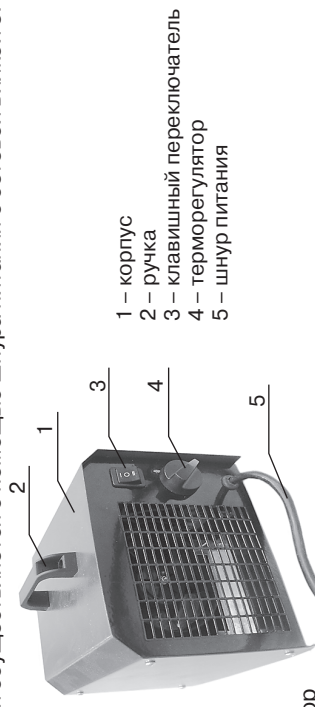

Рис. 1. Тепловентилятор
3.1. Корпус 1 тепловентилятора (см. рис.1) изготовлен из листовой стали, покрытой высококачественным полимерным покрытием. Корпус установлен на четырех упругих опорах. Внутри корпуса расположены осевой вентилятор и высокоэффективный металлкерамический электронагреватель. Вентилятор втягивает воздух через отверстия в задней стенке корпуса, воздушный поток, проходя через электронагреватель, нагревается и подается в помещение через отверстия в передней стенке корпуса. Органы управления (клавишный переключатель 3 и терморегулятор 4) расположены на задней стенке корпуса. Пластмассовая ручка 2 служит для переноски тепловентилятора. Подключение к электросети осуществляется с помощью шнура питания с сетевой вилкой 5.
3.2. Электрическая схема теплоventиллятора приведена на рис. 1 Приложения.
4.2. Перед включением тепловентилятора клавиша переключателя 3 (см. рис. 1) должна находиться в положении 0, а ручка терморегулятора 4 повернута в крайнее против часовой стрелки положение.